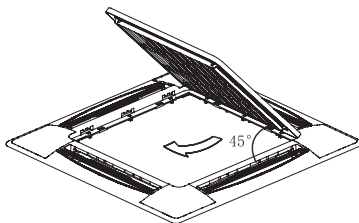

Рис. 4-13
- 2) Потяните решетку вверх под углом 45 градусов и снимите ее. (См. рис. 4-13).